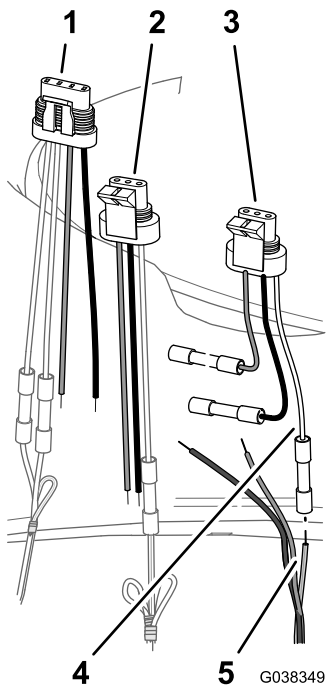

Figura 45
1. Introduzca el cable amarillo y verde del arnés de cables DIN en el conector de empalme del cable blanco del adaptador de 3 pines de la válvula de fumigación maestra (Figura 45).